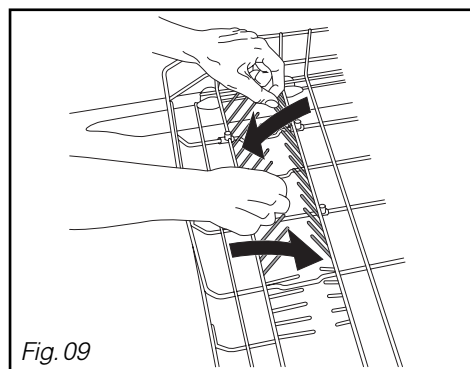

Fig. 09
- Les picots rabattables facilitent le rangement de vos grands récipients (Fig. 09). (selon modèle).